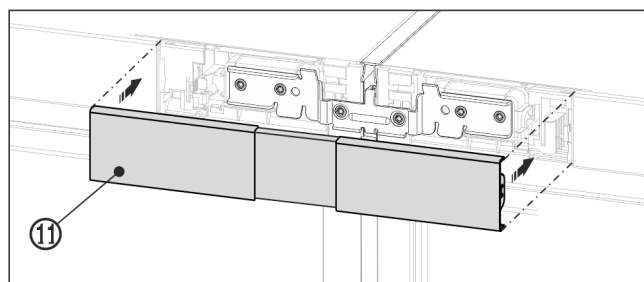

Fig. 23 Przykładowa prezentacja
- Zaczepić górną pokrywę Fig. 23 (11) na jeszcze otwartej wnęce między obiema blendami paneli obsługi. Zwrócić uwagę na to, aby ścianki zewnętrzne pokrywy przylegały na jednym poziomie do blend panelu obsługi.